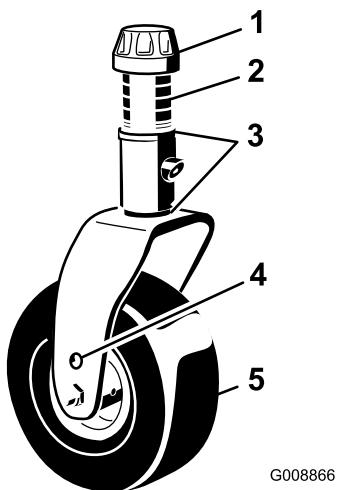
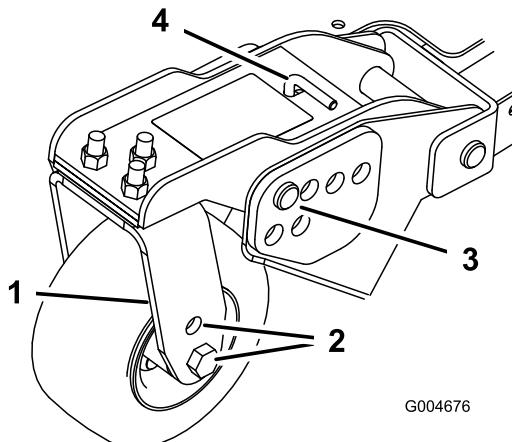
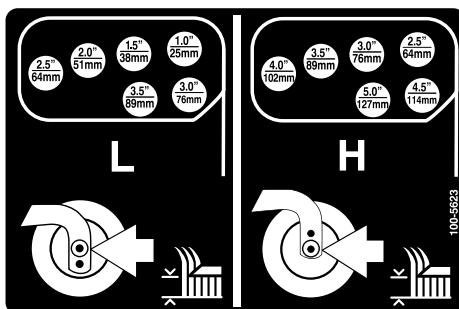

Figura 20
Figura 22
Figura 23
1. Coloque os eixos da roda giratória nos mesmos orifícios em todas as forquilhas da roda giratória (Figura 20 e Figura 22).
2. Retire a tampa de tensionamento do eixo roscado e desloque o fuso para fora do braço da roda giratória (Figura 20).
6. Retire o contrapino tipo grampo e os pinos de segurança dos braços articulados da roda giratória (Figura 22).
7. Rode a barra tensora para levantar ou descer o braço articulado, até os orifícios se encontrarem alinhados com os orifícios da altura de corte desejados, na estrutura da plataforma do cortador (Figura 22 e Figura 23).